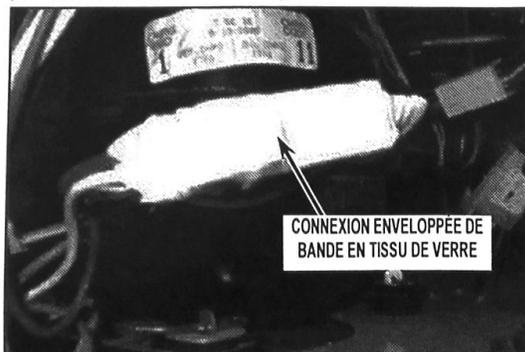

FIGURE 6
10. Envelopper les connecteurs de bande adhésive en tissu de verre et fermer les deux extrémités des deux connecteurs par du ruban adhésif. Voir Figure 6.